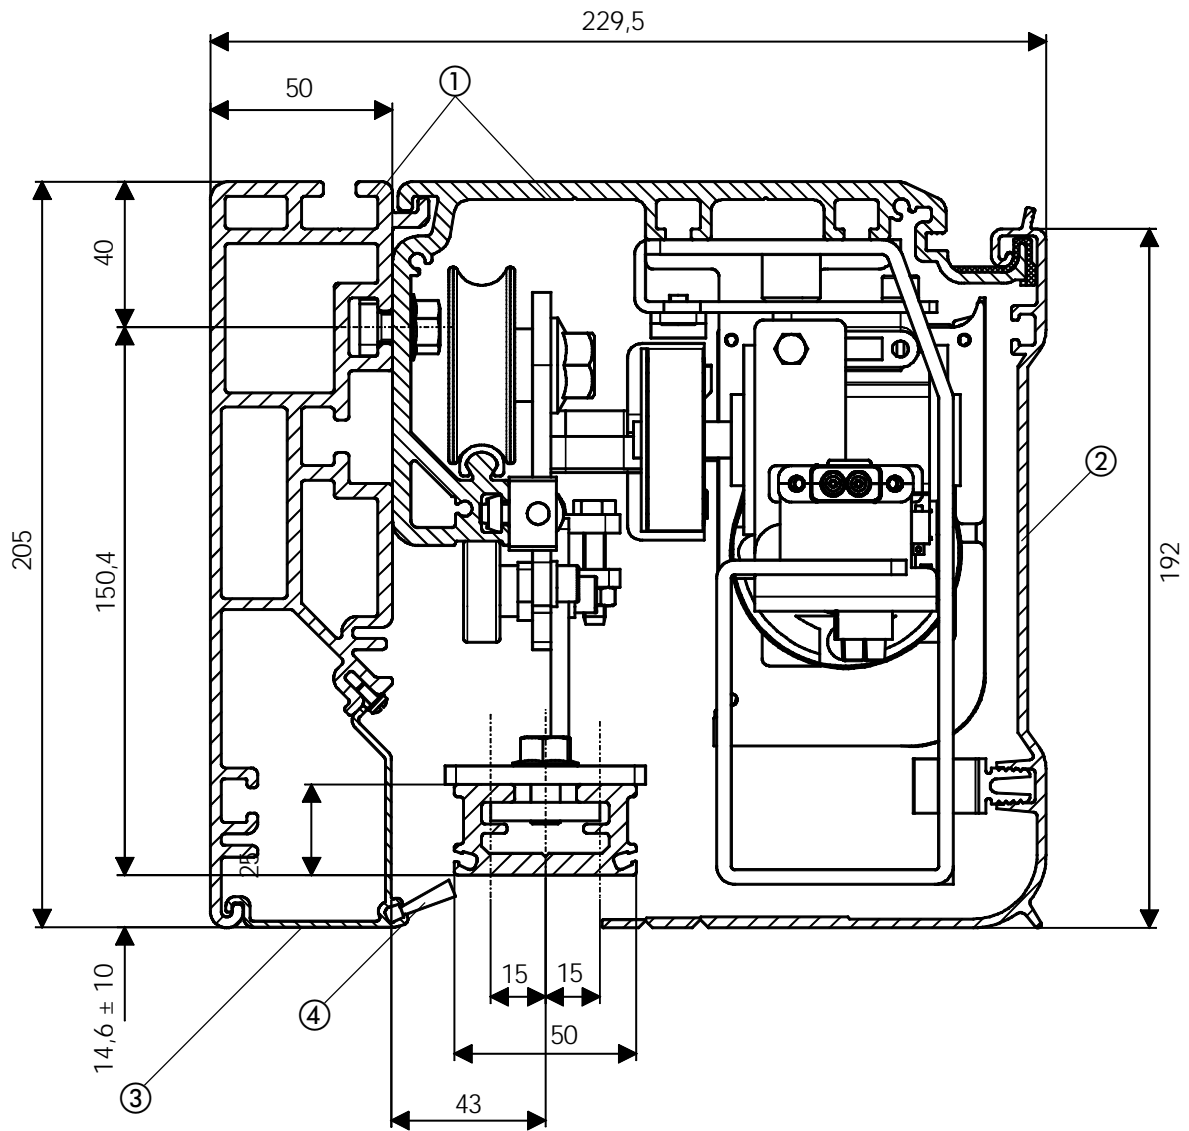

Fig. 3
Profiel SMA (fig. 3 ref. ①)
Sluitprofiel voor zelfdragende dwarsbalk (fig. 3 ref. ③)